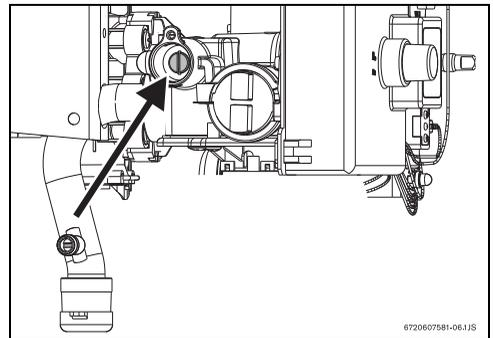

Bild 18 Einstellschraube max. Gasmenge
- ▶ Plombierung von der Einstellschraube entfernen (Bild 18).
- ▶ Mit der Einstellschraube (Bild 18) den Düsendruck gemäß Tabelle 10 einstellen.